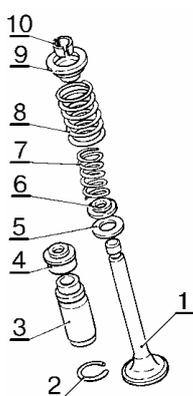

Рис.2.
- сжать пружины 7 и 8, рис.2, клапанов и извлечь сухари 10;